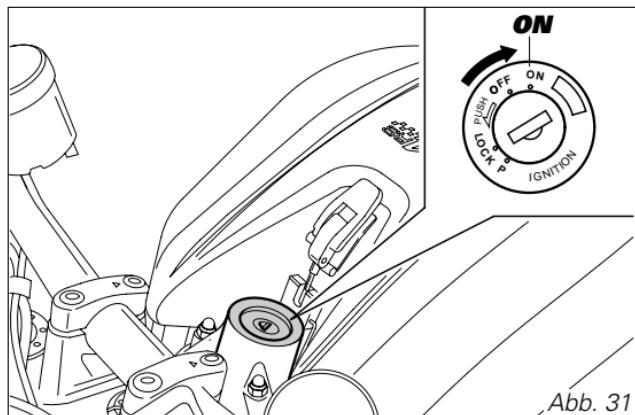

Abb. 31
- 1) Den Zündschlüssel auf **ON** drehen (Abb. 31). Prüfen, ob die grüne Kontrollleuchte **N** und die rote Kontrollleuchte **☛** am Cockpit aufleuchten.